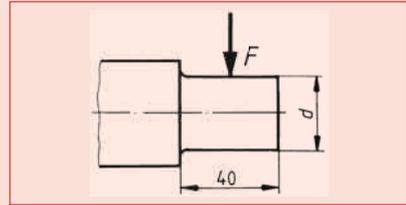

Bild 1
Bild 1 Vergleich von Profilen mit annähernd gleichem Querschnitt hinsichtlich ihrer mechanischen Eigenschaften (Querschnitt ca. 2500 mm², Masse ca. 20 kg/m). Größendarstellung unverbindlich!
- Der Lagerzapfen einer stillstehenden Achse aus Vergütungsstahl C45E wird durch die schwelend wirkende Kraft $F = 8 \text{ kN}$ belastet (► Bild 1).